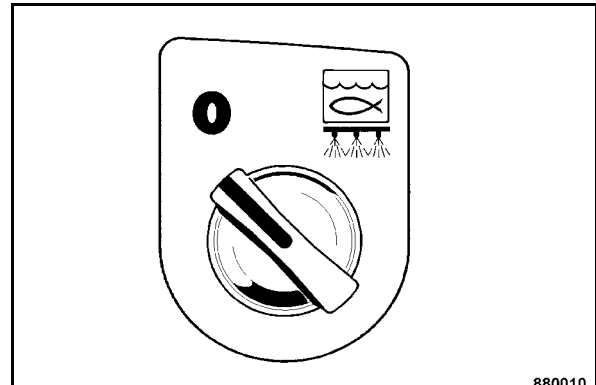

Fig. 79
- Tourner l'interrupteur d'arrosage par gravité (Fig. 79) vers la droite ; l'installation est en marche.